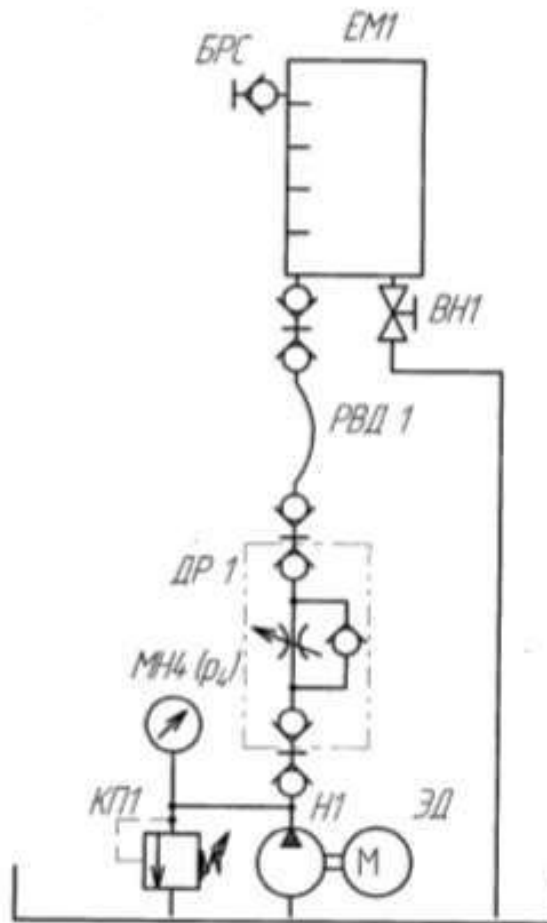

Рисунок 6 – насосная станция
Собрать на гидравлическом стенде схему рис. 6 и открыть сечение дросселя полностью.
1. Выполнить чертеж гидравлической схемы рис.6 и проставить буквенно-цифровое обозначение.
2. Собрать на гидравлическом стенде схему рис.6, заполнить таблицу 1.